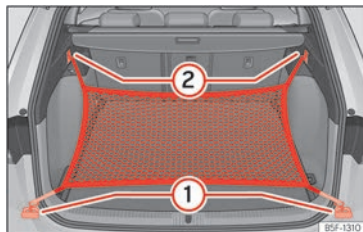

Abb. 196 Im Gepäckraum: Ösen (1) und Haken (2) zum Einhängen des Gepäcknetzes.
- Hängen Sie die kurzen Haken des Netzes in die Verzurrösen ein »» (Abb. 196) ① »» ⚠. Der Reißverschluss des Gepäcknetzes muss dabei nach oben zeigen.
- Befestigen Sie die Spanngurte in den Taschenhaken ②.